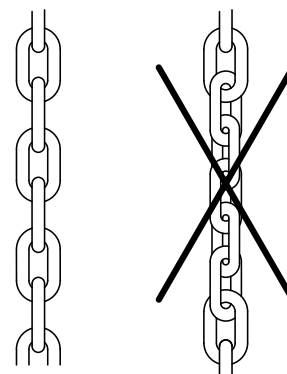

Abb. 2: Veränderung der Haspelkettenlänge
## Veränderung der Haspelkettenlänge (Abb. 2)
- Bei Veränderung der Haspelkettenlänge darauf achten, dass die Haspelkette nicht in sich verdreht montiert wird (Abb. 2).